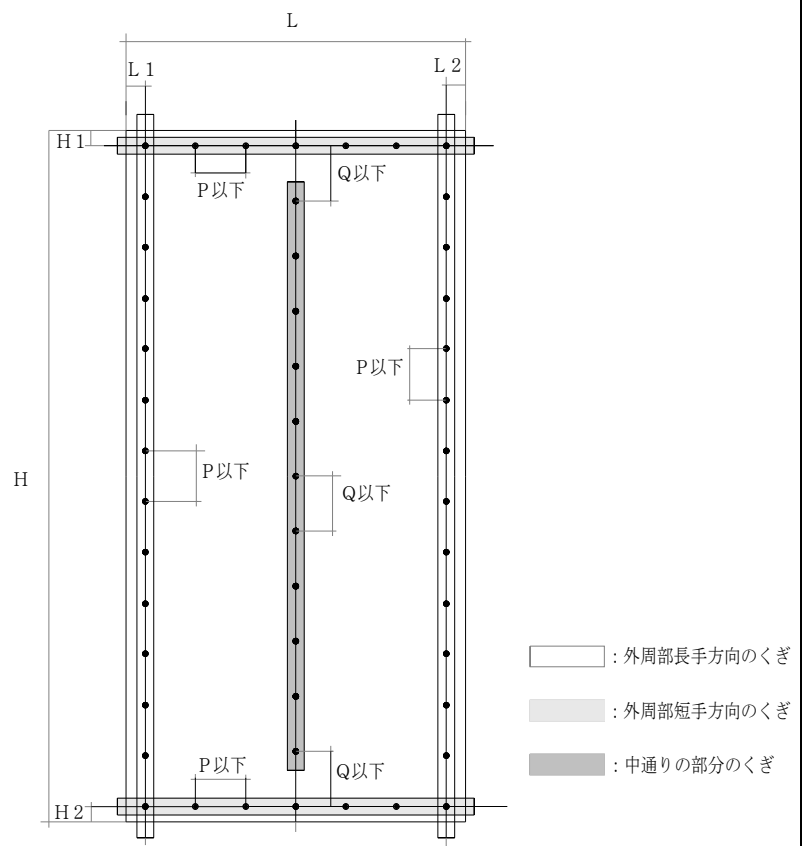

図4-4 タイガーEXボードくぎ留め付け本数概略
- ・面材の外周部及び中通りの部分におけるくぎ本数について（図4-4参照）#